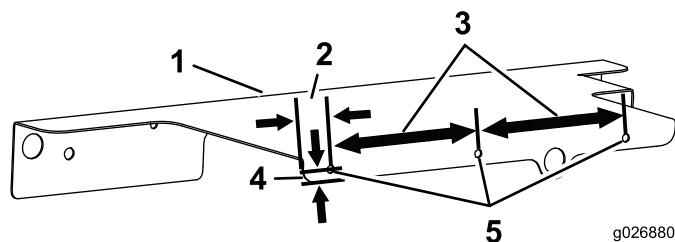

Figura 17
2. Faça 3 furos – 8,6 mm – no resguardo da cobertura esquerda (Figura 17).